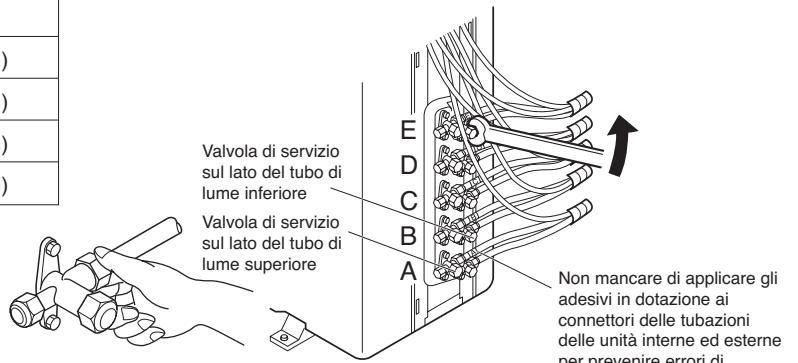

Fig. 14
- Collegamento temporaneo: Avvitare a mano di 3 – 5 giri. (Fig. 14)